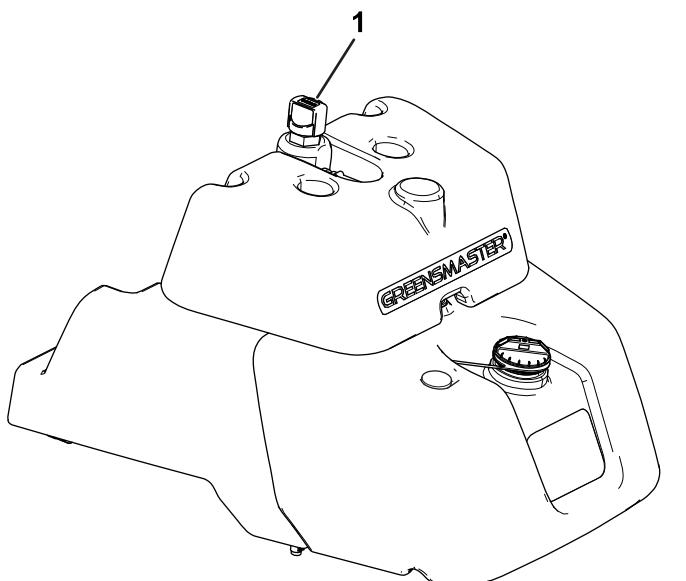

Figure 40
- Si le réservoir n'a pas de regard, localisez la jauge au sommet du réservoir de liquide hydraulique (Figure 40), puis passez à l'opération 3.